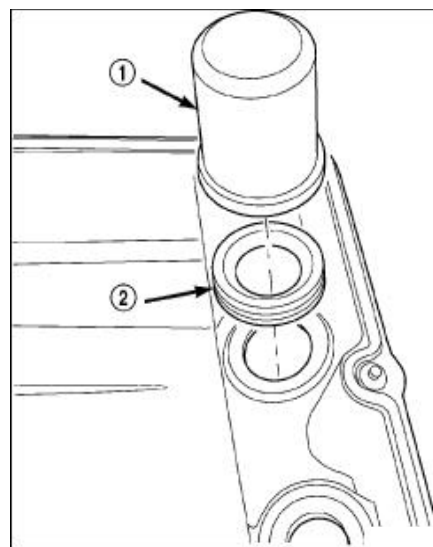

图. 46 火花塞导管油封安装
注意：使用油封安装工具(图. 46)。
(2) 使用专用工具(图46). 安装油封。